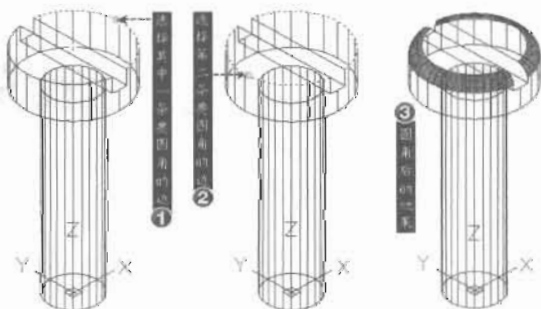

图 14-100
(5) 单击“修改”工具栏中的“圆角”按钮，对螺帽进行圆角，如图 14-100 所示，命令执行过程如下。